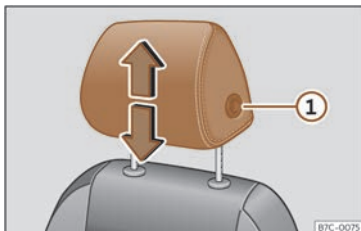
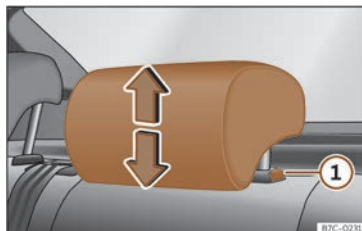

**Fig. 98** Siège avant : réglage de l'appuie-tête.
**Fig. 99** Appui-tête arrière : réglage de l'appuie-tête.
- Saisissez l'appuie-tête des deux côtés avec les mains puis poussez-le vers le haut jusqu'à ce qu'il s'enclenche dans la position désirée. Pour le rabaisser, faites de même en appuyant sur le bouton latéral ① >>> **fig. 98** >>> **fig. 99**.